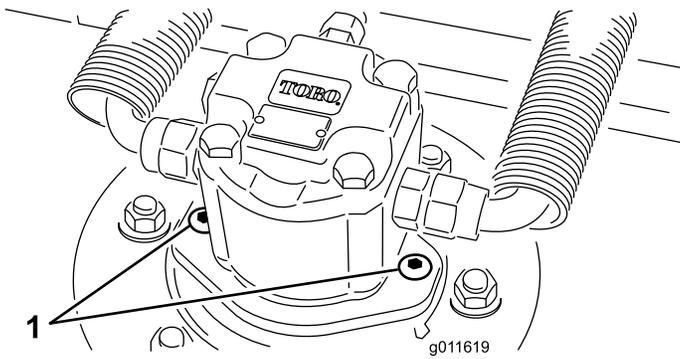

图 5
4. 将液压马达安装到刀盘上 (图 5)。确保 O 形圈到位且没有受到损坏。